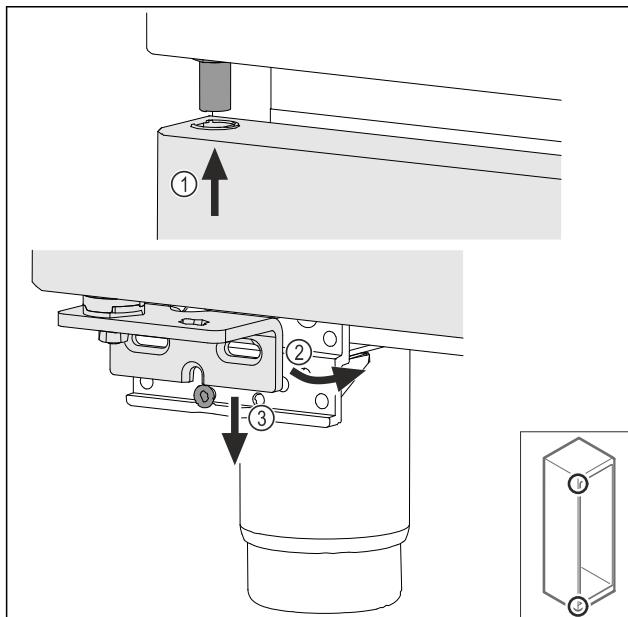

Fig. 49
- Зачепити двері зверху під нахилом Fig. 49 (1), вирівняти двері прямо Fig. 49 (2) і знизу встановити на гвинт Fig. 49 (3) опорного кронштейну.